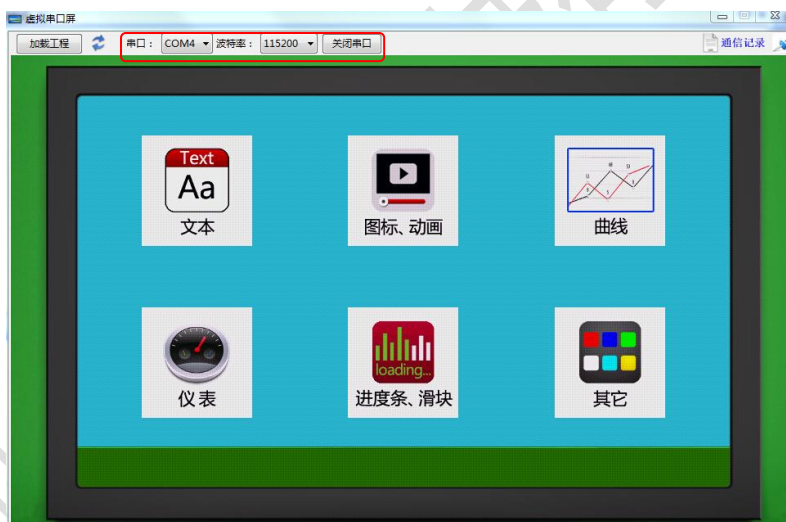

图 1.16 虚拟串口屏设置
3. 虚拟串口屏设置。打开虚拟串口屏后，将串口通道选择COM4，波特率设置为115200，串口使能打开，如图 1.16 所示。**注意：波特率一定要是115200，与程序一致。**